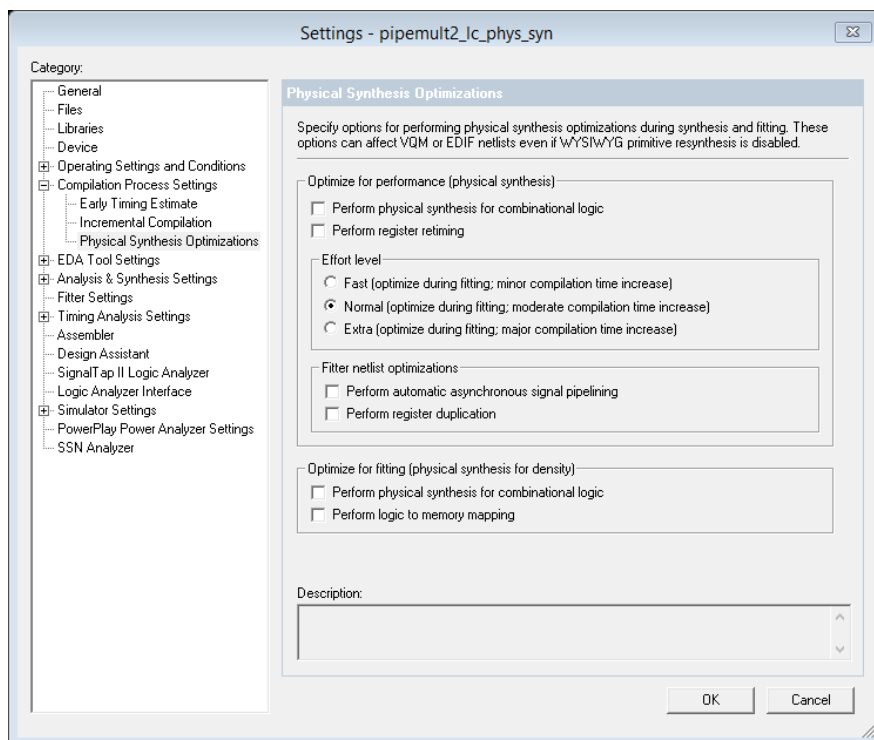

Рисунок 74. Вікно **Fitter optimizations**
10.6. У вікні **Fitter optimizations** встановіть опцію **Perform register retiming**. У розділі **Physical synthesis effort** встановіть режим **Normal** (рис. 74).